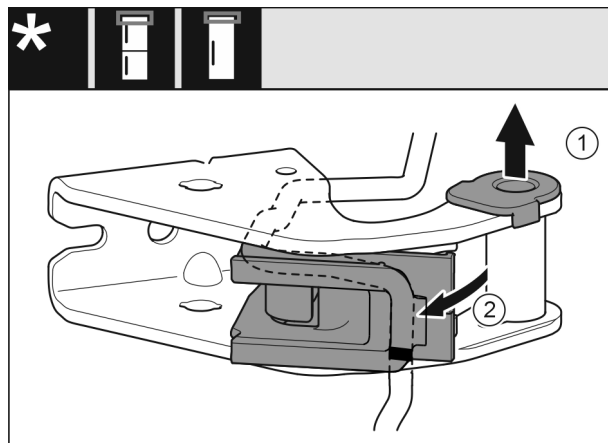

Fig. 26
- ▶ Extrageți cuzinetul din ghidaj. *Fig. 26 (1)*
- ▶ Rabatați în exterior suportul de cablu. Fig. 26 (2)